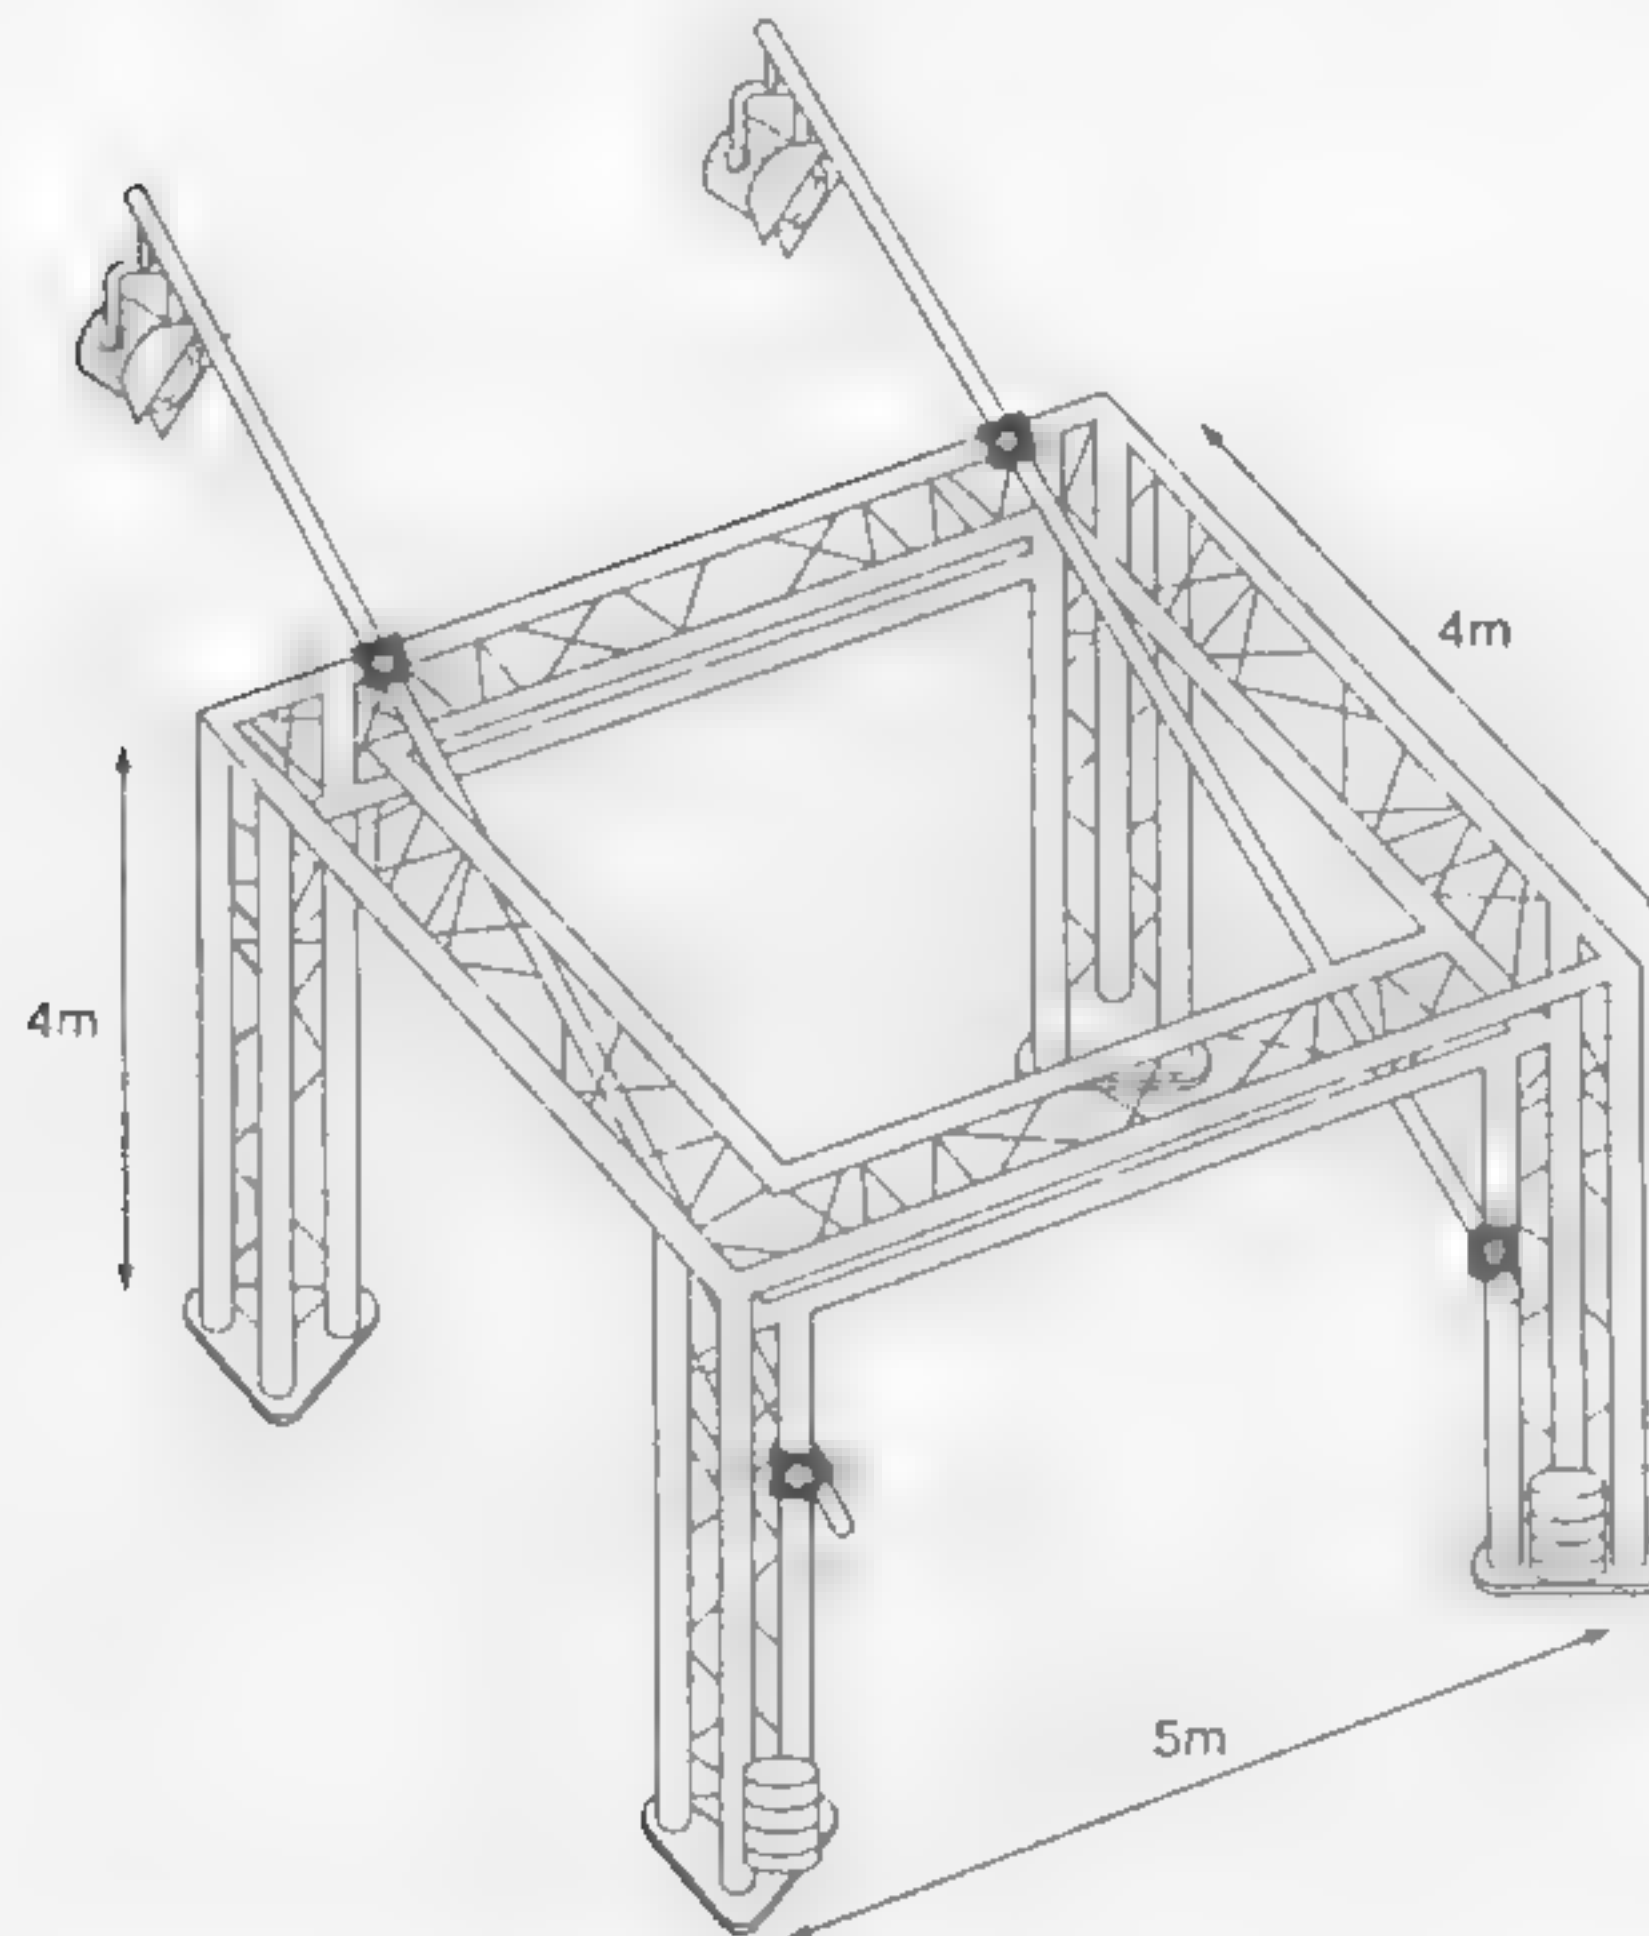

Рис. 11.11 (a) Типовые арочные элементы; (b) конструкция мостовой фермы
**Мостовая ферма** (рис. 11.11) может состоять из двух, трех или четырех алюминиевых балок (различных стандартных диаметров), скрепленных друг с другом так, чтобы создать очень прочную легкую составную конструкцию. Преимущество такой мостовой фермы в легкости монтажа и демонтажа. Применять ее можно в основном двумя способами:
Поп-концерты — хороший пример в использовании мостовых конструкций, но такая легковесная открытая мостовая арка может успешно применяться на многих менее масштабных постановках. Например, если возникнет необходимость создать небольшую осветительную «клетку» над съемочной площадкой, для этого можно установить простую четырехстороннюю арочную коробку, дополнив ее алюминиевыми планками, чтобы создать такую «клетку». Отодвинутые на задний план «опоры» можно замаскировать подходящими драпировками или дополнительными выступами декорации, разработанными дизайнером. Основная прямоугольная структура может использоваться также для того, чтобы получить освещение в глубине сцены. Для этого используются специальные консольные штанги, при помощи которых можно, например, высветить величественный дом, дорогие настенные покрытия или необходимый сектор для сольного концерта фортепьяно с оркестром. При этом оборудование не будет крепиться к стенам. Если вдруг этого захочет режиссер, то в такой конструкции можно даже осуществить многокамерную синхронную съемку крупных планов одновременно со съемкой на широком угле общего плана под единую фонограмму. Использование широкой мостовой конструкции, плюс консоль, плюс подвесные платформы сэкономят вам съемочный день (рис. 11.11 (b)).